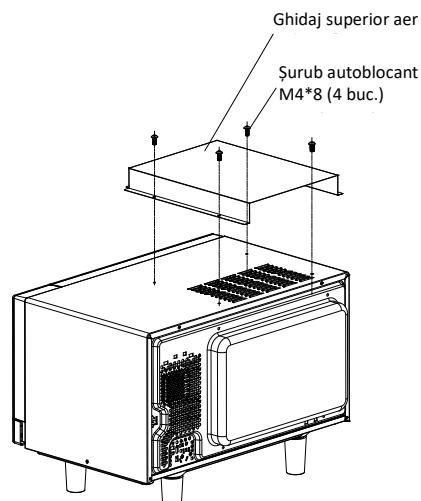

Fig 2
b) Instalarea ghidajului superior pentru aer trebuie efectuată aşa cum este indicat în Fig. 2.